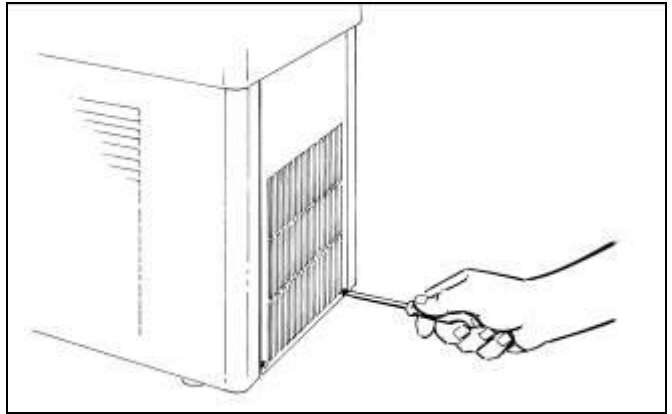

Fig. 45
- Para la GT1: quite el panel trasero destornillando los dos tornillos que lo sujetan en su parte inferior (Fig.45).